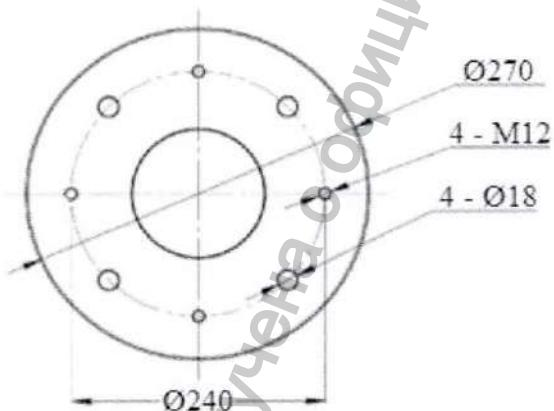

Рис. 14 – Потолочный фланец светильников исполнений AR 02-5 LED, AR-SY320C LED, где:
1) Отсоедините потолочный фланец с резьбовыми шпильками M12 от цокольной пластины установочного блока, предварительно открутив с резьбовых шпилек восемь гаек M12. Потолочный фланец представлен на рис. 14.
Установите четыре анкерных болта в потолок, при этом отверстия должны быть равномерно распределены вокруг центра по кругу диаметром 240 мм, как показано на рис. 14.